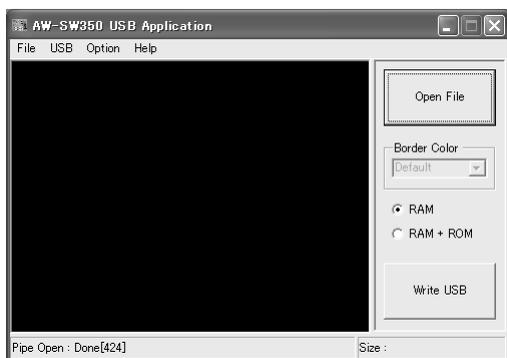

図9：アプリケーションプログラムメイン画面
- 2** USB画像転送プログラム用アプリケーションプログラムを起動すると、図9のメイン画面が表示されます。